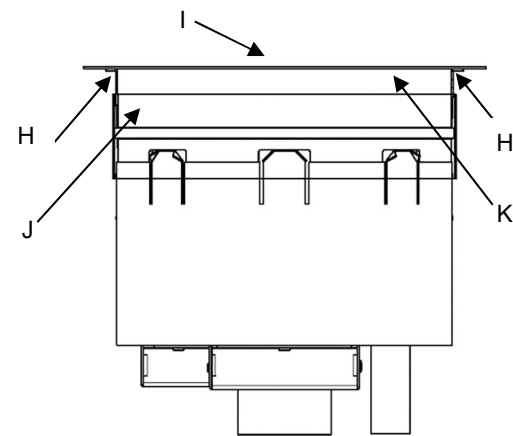
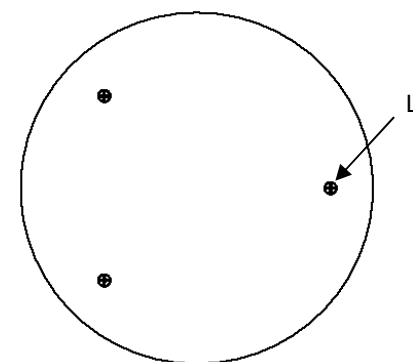

Fig. 4
Fig. 5
6. Insérer l'accessoire de service de 20 cm dans l'ouverture et presser la plaque de montage (I) jusqu'à ce que les bords (H) de la Fig. 4 reposent sur le plancher. Lorsque l'ouverture est de plus petit diamètre, le matériau du joint intumescent flexible (J) pourrait se sectionner.
7. Pour ce qui est des applications d'énergie, fixer le conduit à la boîte inférieure S1R8JNCxxx (A) selon les exigences des codes. Pour les données, il n'est pas nécessaire de fixer au conduit. Effectuer les connexions de câblage, des conduits et des boîtes de dérivation selon les codes applicables.
8. Retirer la plaque d'installation (I) et la cale (K), consulter la Fig. 4. S'il faut réinstaller la plaque (I), conserver la cale (K) et les vis (L). Consulter la Fig. 5.